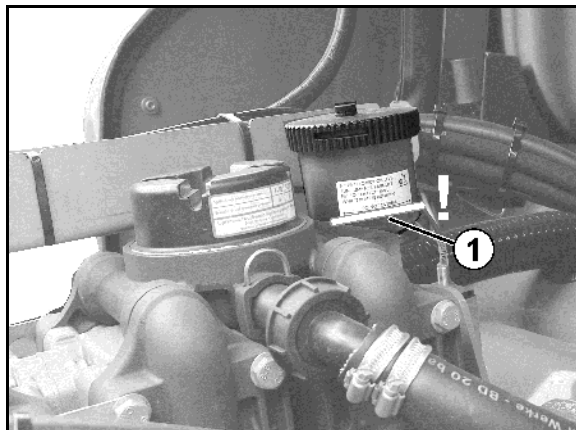

Fig. 151
1. Deșurubați clapeta magnetică (Fig. 151/1) abschrauben.
2. Scoateți bobina magnetică (Fig. 151/2) abnehmen.
3. Deșurubați tija valvei (Fig. 151/3) împreună cu scaunele și curățați-le cu aer comprimat sau cu ulei hidraulic.